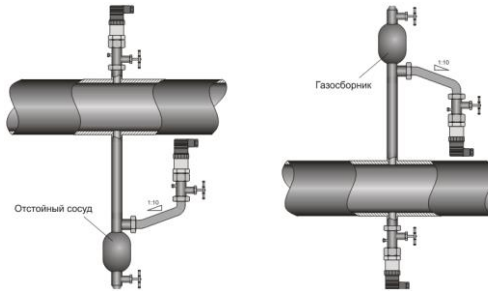

Рисунок 2. Монтаж датчика для измерения давления газа (слева) и жидкости (справа).
4.4. Механическое присоединение датчиков рекомендуется производить с ориентацией, при которой соединительная линия от места отбора давления имеет односторонний уклон ($\geq 1:10$) вверх к датчику, если измеряемая среда – газ, и вниз к датчику, если измеряемая среда – жидкость (см. рис. 2.). Если это невозможно, при измерении давления газа в нижних точках соединительных линий следует устанавливать отстойные сосуды, а при измерении давления жидкости в наивысших точках